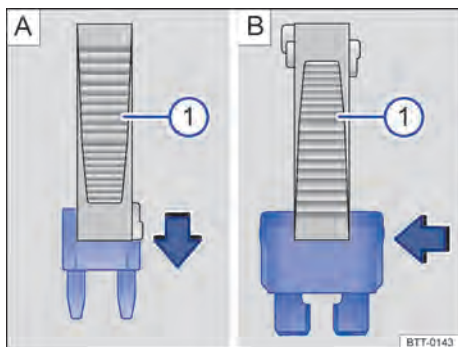

Fig. 198 Remover ou instalar um fusível com a garra da pinça de plástico .
- Se necessário, retirar a pinça de plástico → Fig. 198 ① da cobertura da caixa de fusíveis.
- Em caso de *fusíveis pequenos*, encaixar a garra ① por cima → Fig. 198 A.
- Em caso de *fusíveis maiores*, empurrar a garra ① lateralmente sobre o fusível → Fig. 198 B.
- Caso o fusível esteja queimado, substituir o fusível por um novo da *mesma* intensidade de corrente (mesma cor e inscrição) e do *mesmo* tamanho → ①.